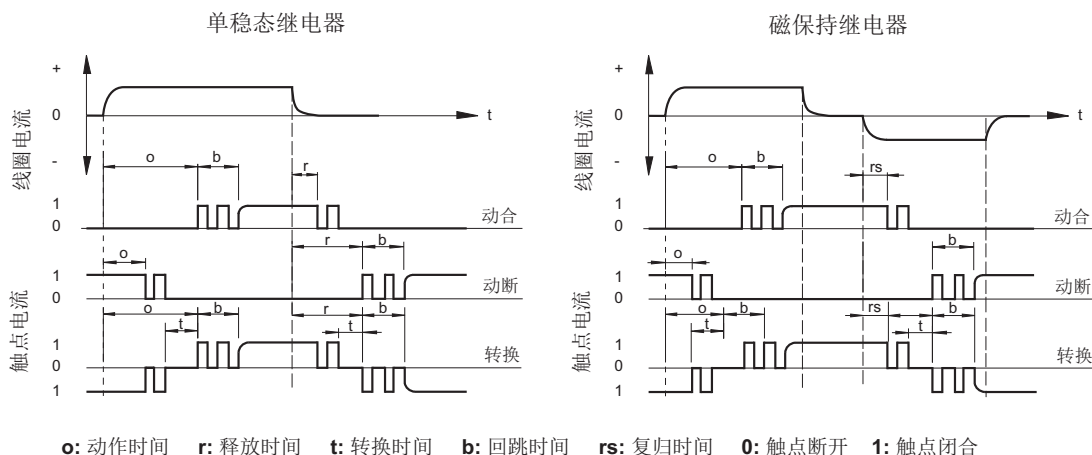

图 3
**2.3 动作时间：**指处于释放状态的单稳态继电器，从施加规定的线圈电压开始至最后触点电路转换状态为止之间的时间（不含动作回跳时间），一般以“ms”表示。参见图3。
**2.5 复归时间：**对处于动作状态的双稳态继电器，从施加规定的线圈电压开始到最后切换的触点电路状态为止之间的时间，不包括回跳时间。参见图3。
**2.6 回跳时间：**对于正在闭合或者断开其电路的触点，从触点电路首次闭合或者断开的瞬间开始至电路最终闭合或者断开的瞬间为止之间的时间。一般以“ms”表示。参见图3。